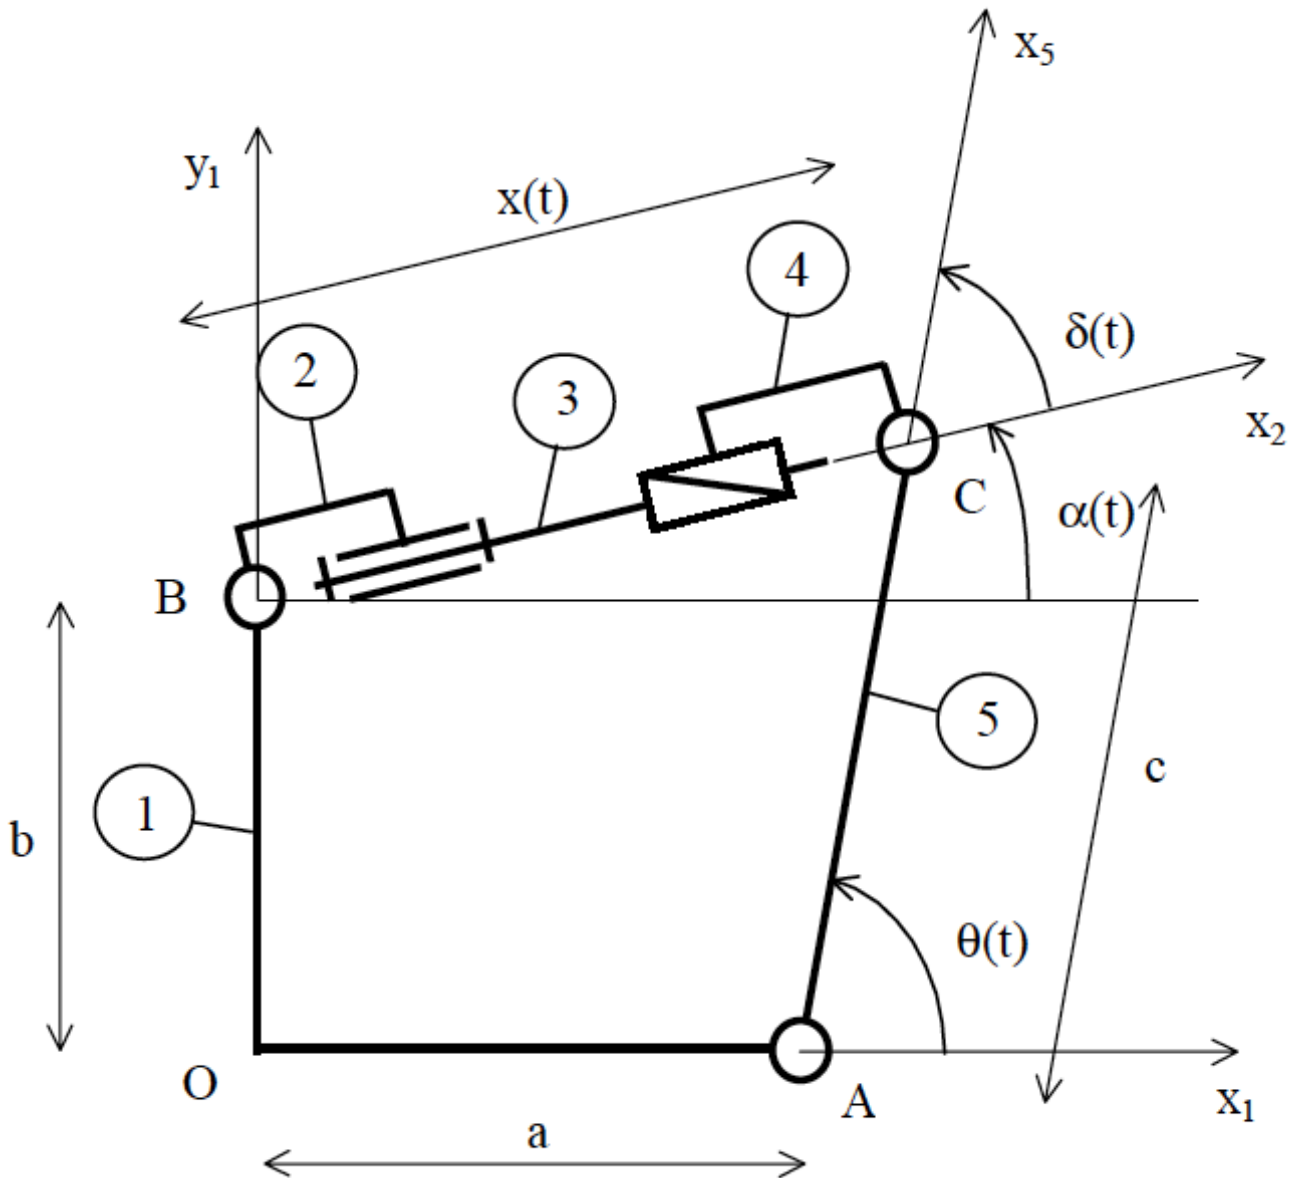

FIGURE 1 – Modèle cinématique proposé.
Le modèle cinématique retenu pour l'étude est le suivant (voir figure 1) : bâti (1), bras (5), écrou (4), vis (3) accouplée à l'arbre moteur et support (2). Les caractéristiques mécaniques sont données dans le tableau 1.